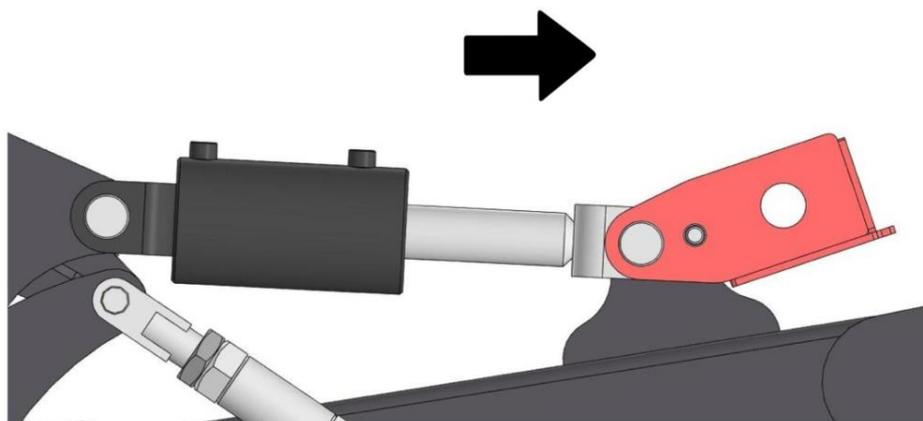

Рисунок 32 – Поднятие ограничителя штока гидроцилиндра на транспортной тележке
4) Поднимите ограничитель штока гидроцилиндра транспортной тележки и зафиксируйте его пальцем (рис. 32).